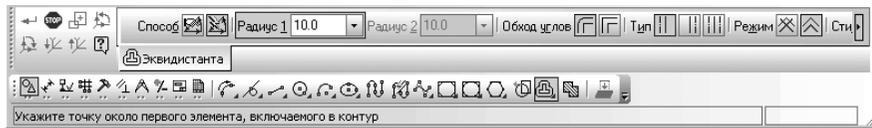

Рис. 8.146. Панель свойств: Эквидистанта по стрелке. Компактная панель с нажатой кнопкой Эквидистанта по стрелке и строка сообщений
**Панель свойств: Эквидистанта по стрелке, Компактная панель, с нажатой кнопкой ** **Эквидистанта по стрелке**, и строка сообщений показаны на рис. 8.146.